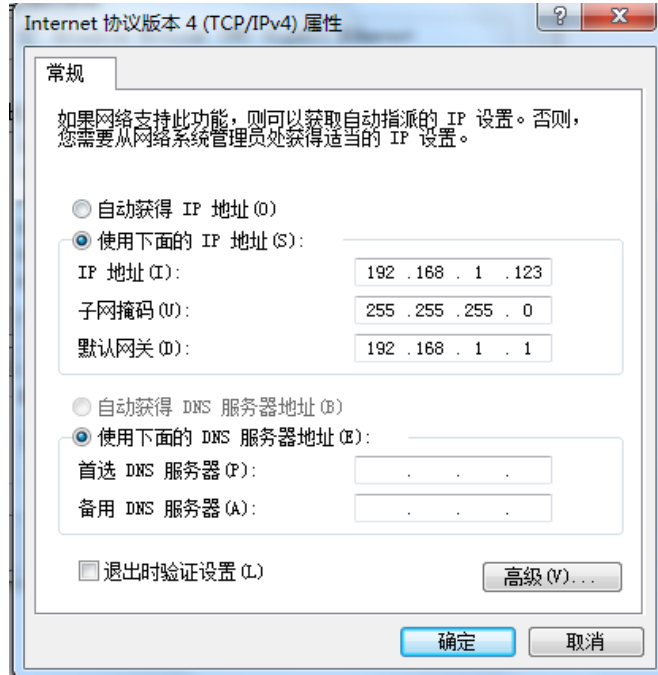

图 2 电脑的网络连接详细状态
(2) 此时打开电脑，电脑的网段也设置成为 192.168 这个网段，如图 2 所示。进入下一步配置操作。